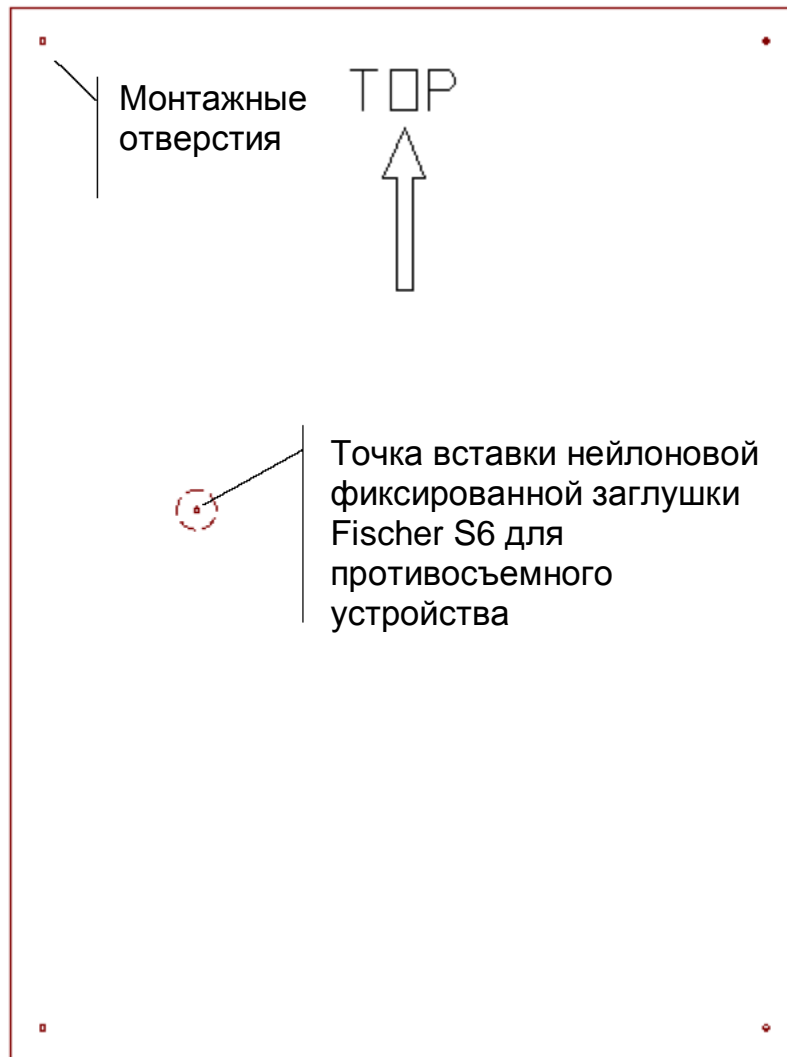

Рис. 2: Картонный шаблон для высверливания отверстий
- Просверлите в стене отверстия через шаблон, показанный на Рис. 2.